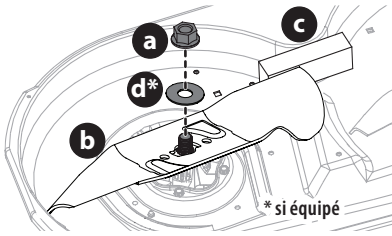

Fig. 51
2. Placez un cale de bois (c) entre le carter du plateau de coupe et le tranchant de la lame (b) pour aider à débloquer l'écrou hexagonal (a) et la rondelle (d)\* qui fixe la lame (b). Utilisez une clé de 15/16 po pour desserrer l'écrou hexagonal (a) et la rondelle (d)\* (Fig. 51).
3. Lorsque vous réinstallez les lames, assurez-vous de ce qui suit (Fig. 51) :